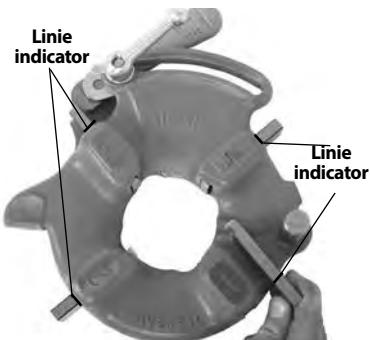

Figura 8 – Inserare filiere
4. Ridicați limba ţaibei afară din fanta din bara de dimensiuni. Mișcați piulița la capătul fantei (Figura 8).
6. Inserați cuțite-filieră corespunzătoare în capul-filieră, cu marginea numerotată în sus, până când linia indicatorului este la nivel cu muchia capului (vezi Figura 8). Numerele de pe cuțite-filieră trebuie să corespundă cu cele de pe fantele capului-filieră. Întotdeauna schimbați cuțitele-filieră ca seturi – nu amestecați cuțitele-filieră din diferite seturi.